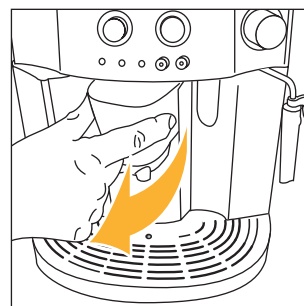
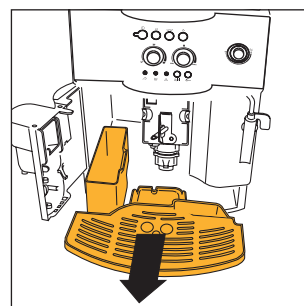

Рис. 15
Рис. 16
**ПРИМЕЧАНИЕ 7:** кофеварка подсчитывает количество чашек воды, которые были приготовлены. Каждые 14 маленьких чашек (или 7 больших) загорается индикатор , (гл. 12, пункт 3), предупреждая, что кассета для кофейной гущи заполнена и ее необходимо вытряхнуть и прочистить. До очистки кассеты для гущи лампа остается горячей, а кофеварка больше не готовит кофе. Для того, чтобы произвести очистку, откройте дверцу для обслуживания, расположенную в передней части, потянув за узел подачи кофе, рис. 15; загорится мигающий индикатор , см. пар.12, п. 9, затем извлеките ванночку для сбора воды, рис. 16, слейте и очистите ее. Тщательно очистите кассету для кофейной гущи, удалив все остатки которые могут находиться на дне. Высушите влагу от конденсата, который может появиться в кофеварке под ванночкой для сбора воды. **ОБРАТИТЕ ВНИМАНИЕ:** когда извлекается ванночка для сбора воды НЕОБХОДИМО ОБЯЗАТЕЛЬНО чистить кассету для гущи, даже если она не заполнена. Если эта операция не выполняется может случиться что, во время приготовления последующих порций кофе, кассета переполнится и кофеварка засорится кофе.
- откройте дверцу для обслуживания, рис. 15;
- извлеките ванночку для сбора воды и кассету для гущи, рис. 16 и промойте их;